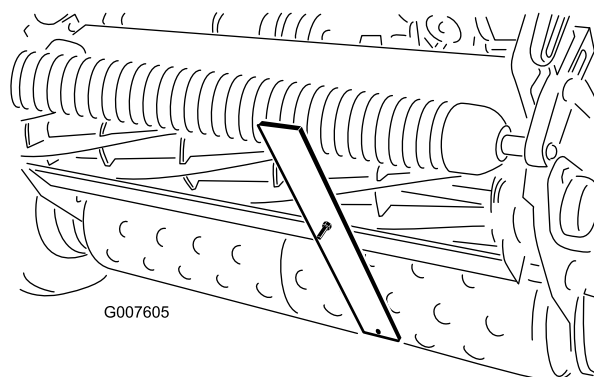

Figura 43
4. Enganche la cabeza del tornillo sobre el filo de la contracuchilla y apoye el extremo trasero de la barra sobre el rodillo trasero (Figura 43).